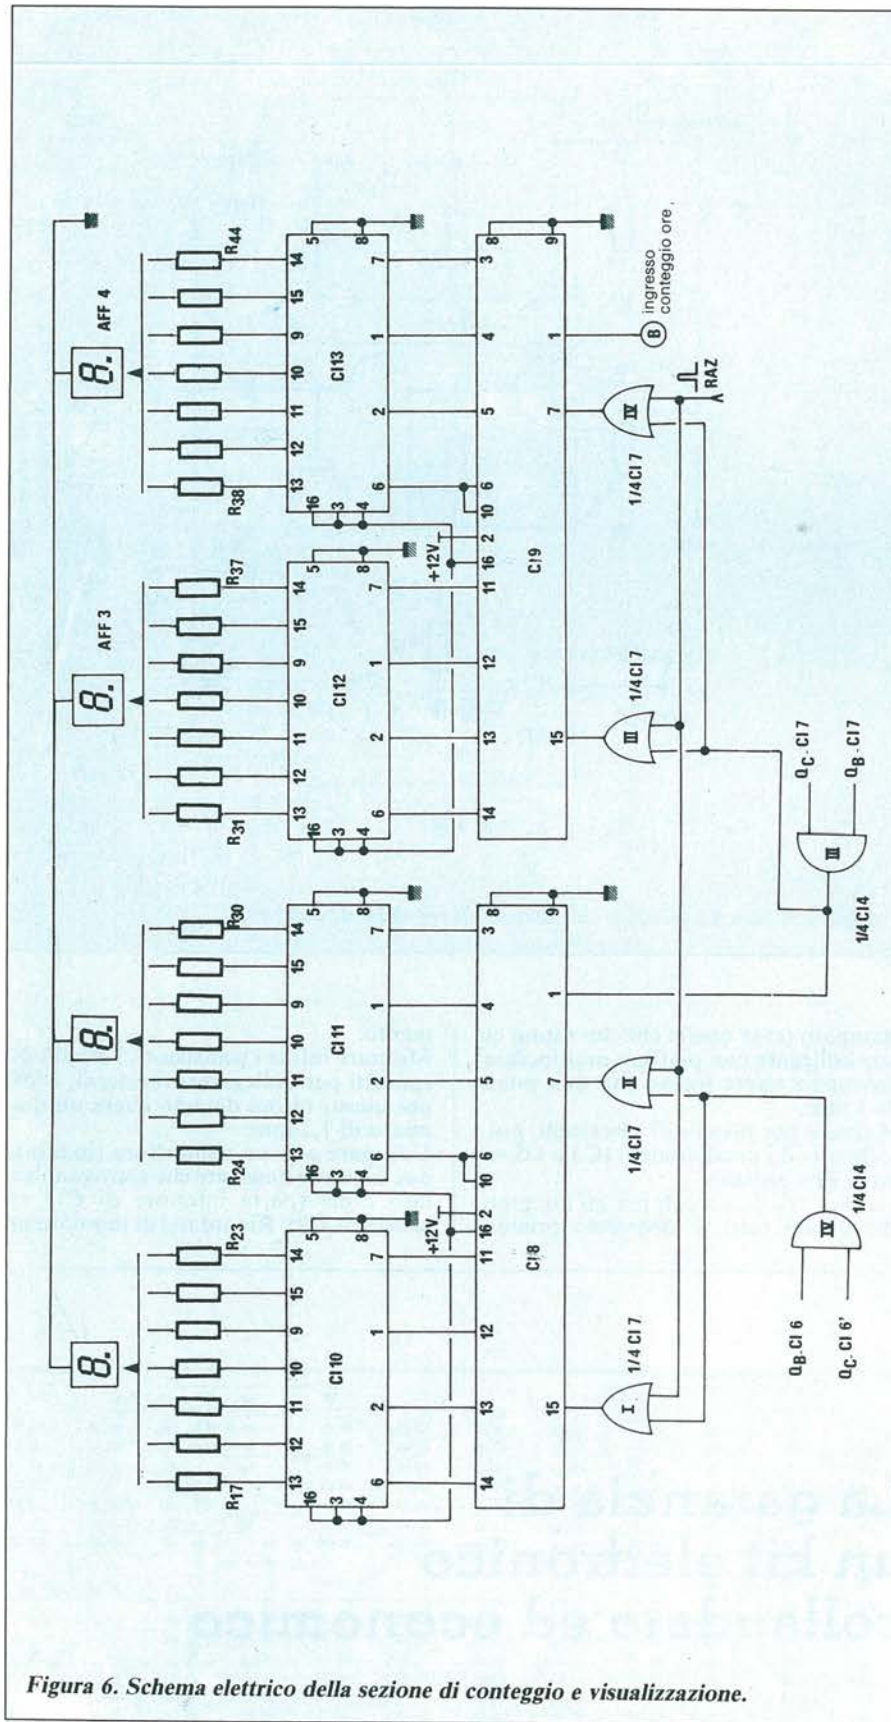

Figura 6. Schema elettrico della sezione di conteggio e visualizzazione.
5. Conteggio e visualizzazione (Figura 6)